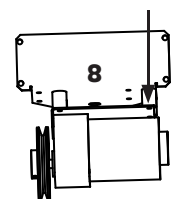

Fig 2B Motor - montert på brakett
- 8 Endesnu motor 180°. Bruk bakerste hullbilde (Fig. 2B)